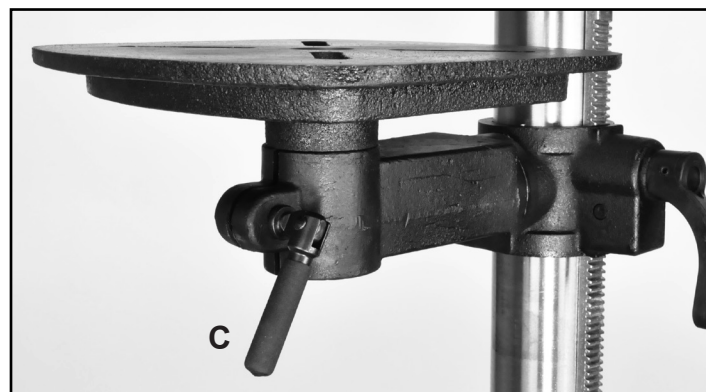

FIG. 14
4. Pour FAIRE LE TABLE à gauche ou à droite, desserrer la poignée de verrouillage (#9) qui est positionnée directement sous la table. FIG. 14, C.